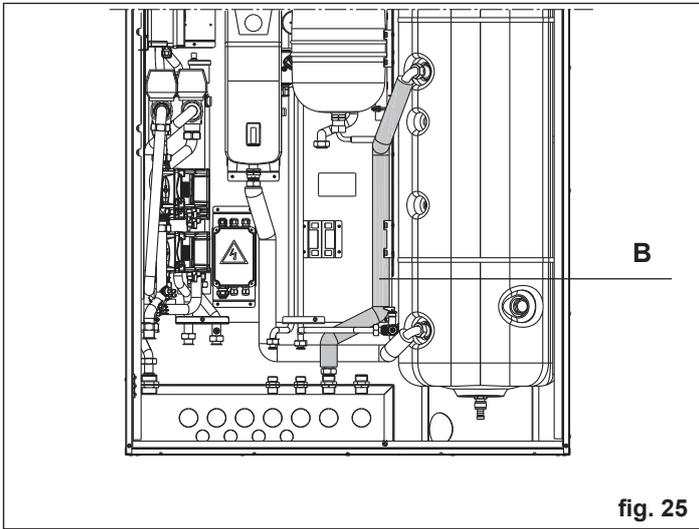

fig. 25
- Collegare la rampa mandata solare all'attacco mandata serpentina solare alla dima connessioni idrauliche (B, fig. 25).